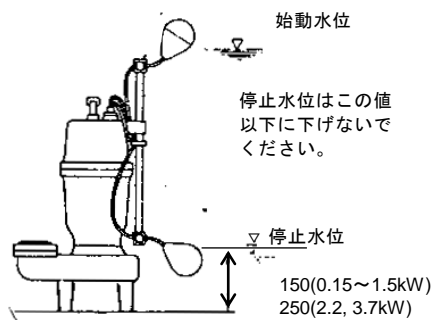

図 4
- 9) 自動形ポンプ (DVSA 型) は図 4 の通りにフロート位置を設定してください。なお、フロートスイッチが水槽の壁面や配管などに接触すると、フロートが動かなくなり、ポンプが始動しない事がありますので障害物から離してください。